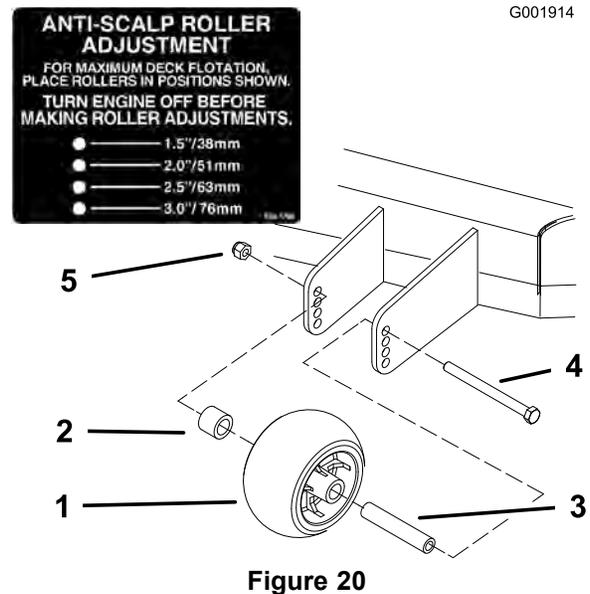
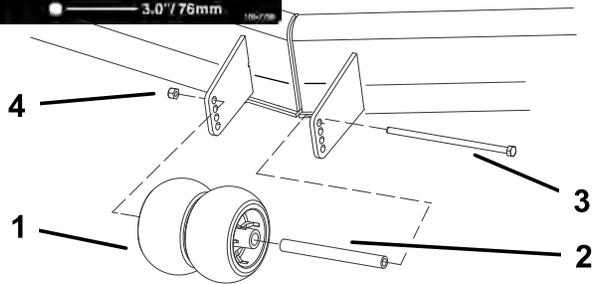

Figure 20
Figure 21
3. Après avoir réglé la hauteur de coupe, réglez les galets en retirant l'écrou à collerette, la bague, l'entretoise et le boulon (Figure 20, Figure 21 et Figure 50).
Remarque: Les deux galets centraux ne sont pas munis d'entretoise (Figure 21).
5. Posez l'écrou à collerette, la bague, l'entretoise et le boulon. Serrez à 54–61 Nm (40–45 pi-lb) (Figure 20, Figure 21 et Figure 50).